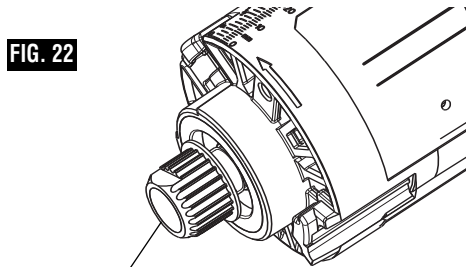

FIG. 22
1. Quite el portaherramienta del motor e instale la polea de accionamiento dentada utilizando la llave de tuerca para el portaherramienta. Asegúrese de que el engranaje de accionamiento esté completamente apretado sobre el husillo del motor. (Fig. 22)